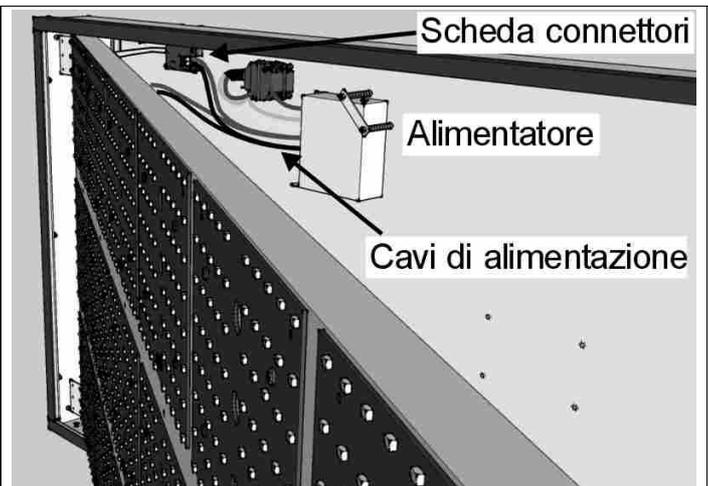

Fig. 17: Fissaggio scheda connettori
3. Mediante una chiave da 5,5 mm svitare i 4 dadi di blocco della scheda connettori (Fig. 17), toglierla dalla propria sede e quindi fissare la nuova scheda.